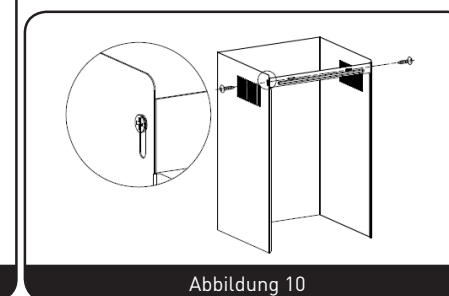

Abbildung 10
7. Befestigen Sie mit zwei ST4x8 mm Schrauben die Halterung der oberen Esse an der oberen Esse. (Abbildung 10)